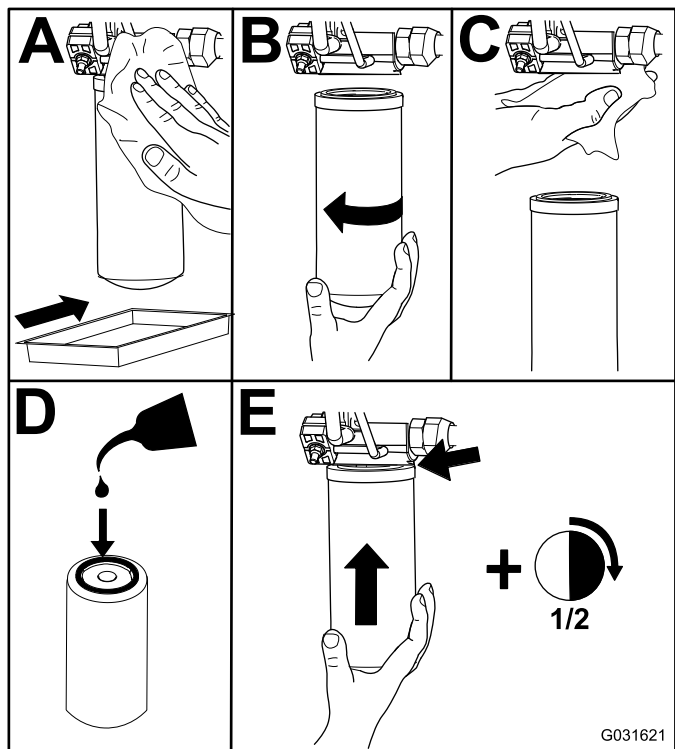

Figura 94
2. Înlocuiți ambele filtre hidraulice (Figura 94).